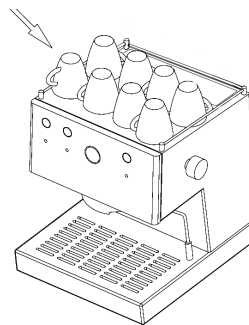

图6
3. 将杯子放在暖杯器 **9** 中。温度 (最佳 40 °C / 105 °F) 使我们的浓缩咖啡更美味 (见图 6)。